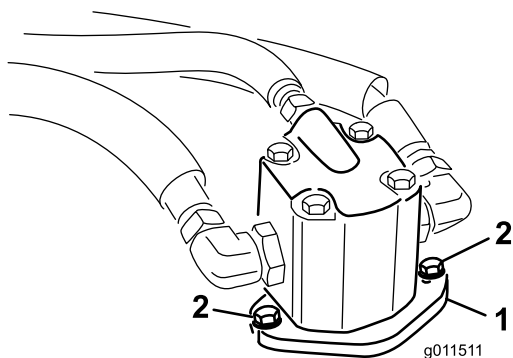

Рисунок 73
4. Выверните болты крепления гидродвигателя к деке газонокосилки (Рисунок 73).